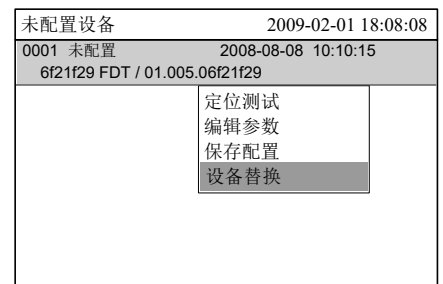
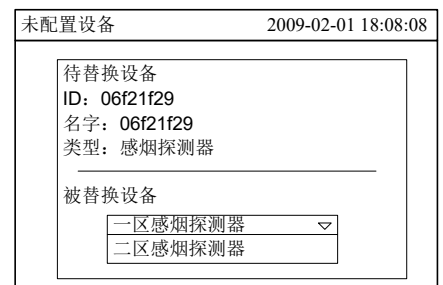

图 30-4
图 30-5
- 按“↓”键选择需进行配置的设备, 按“→”键弹出快捷菜单 (图 30-4), 然后按“↓”键选择“设备替换”, 再按“OK”键, 进入设备替换界面 (图 30-5)。
- 按“→”键弹出下拉菜单 (图 30-5), 所有可被替换的设备将被列出。按“↓” / “↑”键选择所需替换的设备, 然后按“OK”键。系统返回初始界面。但此时的保存只是临时性的, 重启机后, 修改的数据会丢失。因此要想长期保存, 请参考“如何保存配置”。如果不想保存此次修改, 按“退出”键退出即可。